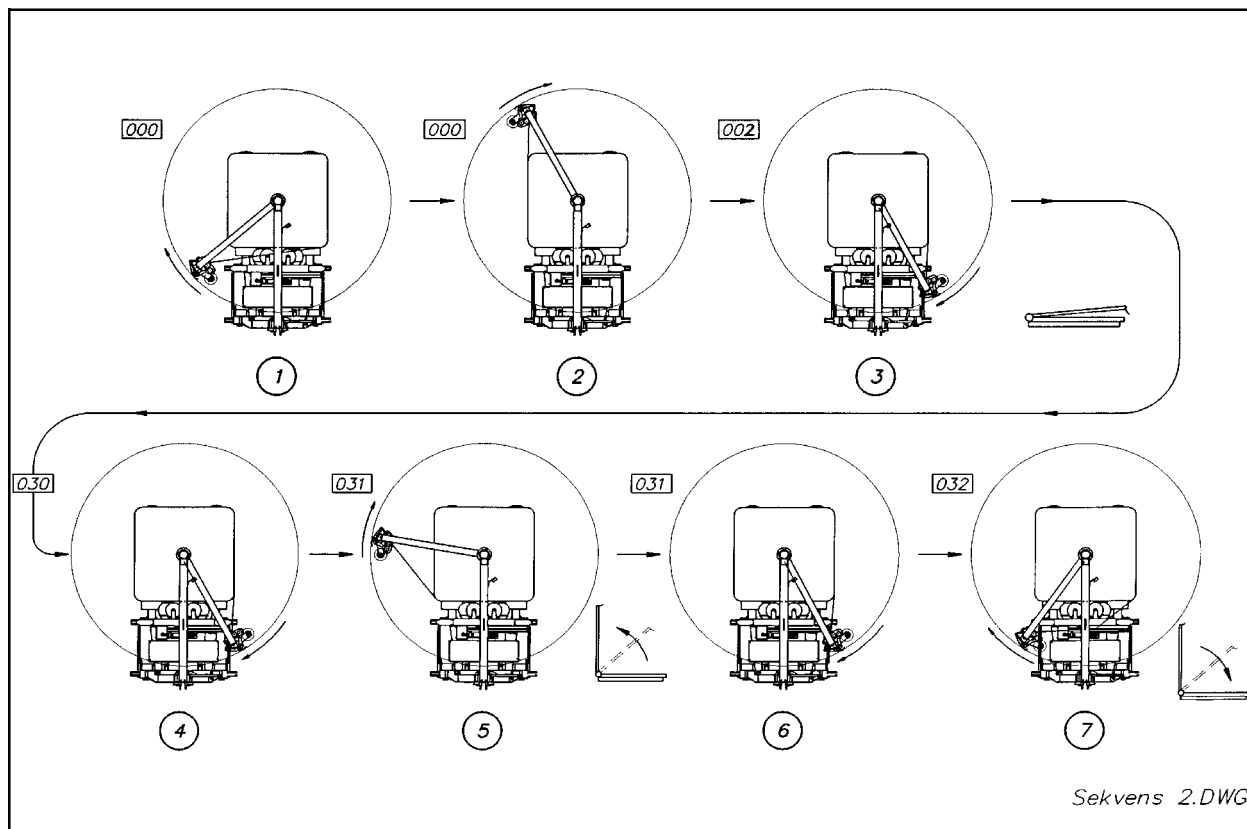

Fig. 10-4 PAKKESEKvens.
10.8 Forklaring til fig. 10-4.
Fig. 10-4 viser hvor i pakkesekvensen de forskjellige ting skal skje når computeren er riktig programmert. (Tall i firkant indikerer telleverket).